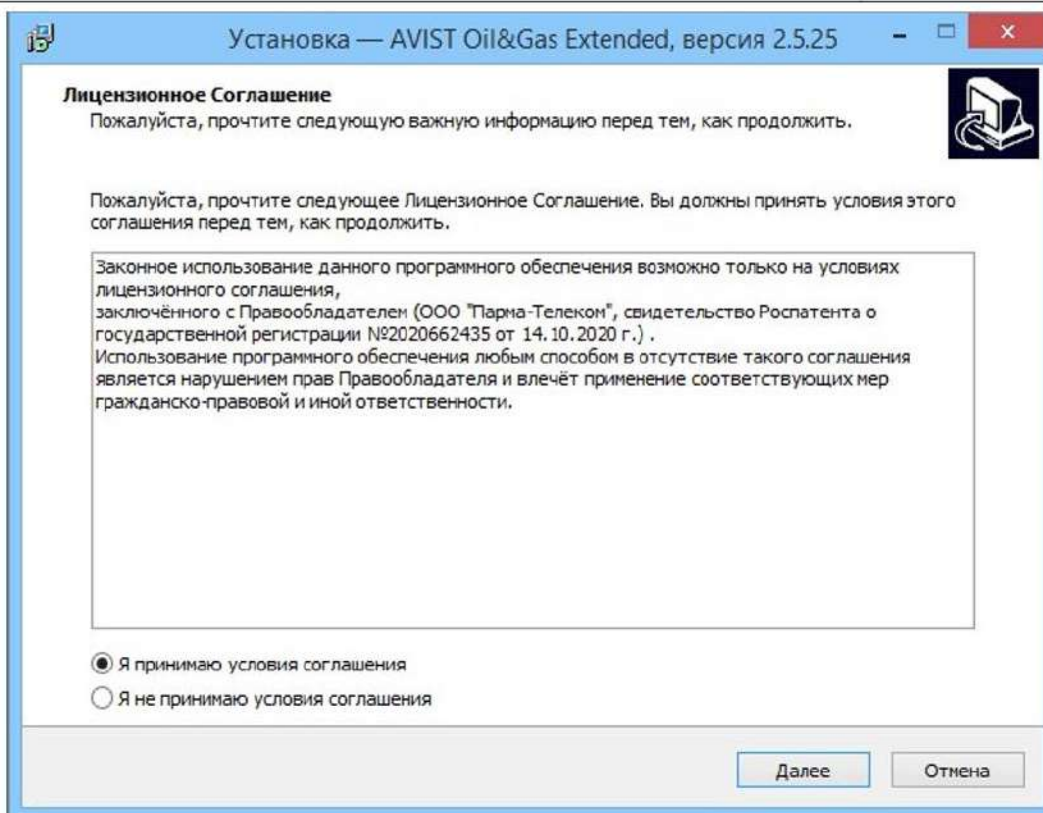

Рисунок 31 - Лицензионное Соглашение
- 3) В открывшемся окне инсталлятора прописано Лицензионное Соглашение, с которым необходимо ознакомиться и принять условия соглашения, отметив «Я принимаю условия соглашения» и нажать кнопку «Далее» (Рисунок 31).